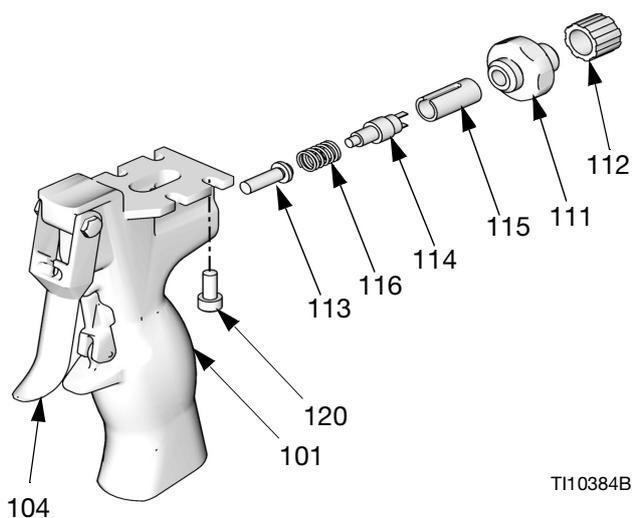

FIG. 10
1. Installare stantuffo (113) e molla (116). Vedere FIG. 10.
2. Inserire il gruppo interruttore (255463) facendo passare il cavetto di messa a terra (108) attraverso il foro nella parte superiore dell'impugnatura.
3. Serrare il tappo (111) a una coppia di (14-15 N•m) (125-135 in-lb).
4. Fissare il serracavo (112).
5. Installare la vite di messa a terra (110) attraverso la rondella di arresto (109) e il cavetto di messa a terra (108). Serrare a 1,7-2,2 N•m (15-20 in-lb).
6. Allineare la valvola di erogazione sulla parte superiore dell'impugnatura (101). Serrare le quattro viti (120) a una coppia di 1,7-2,2 N•m (15-20 in-lb).